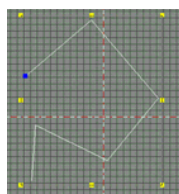

Рис. 6. Набор элементов ломаной / сложенной линии.
3. Нажмите правую кнопку мыши для завершения формирования ломаной / сложенной линии. См. Рис. 6: